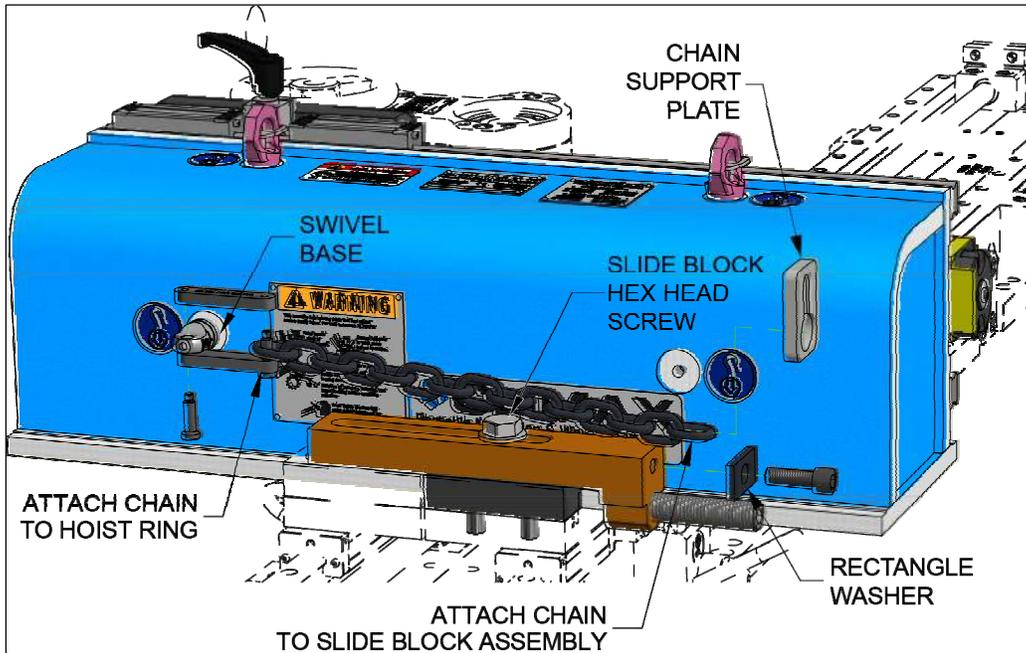

Abbildung 17. Montage der Sicherungskette
8. Das Kettenende mit dem Heberingbügel am Querbalken verbinden (Abbildung 17 auf Seite 47).
9. Montieren Sie den Zugringbügel an der Hebeöse des Drehgestells (Abbildung 17 auf Seite 48).
10. Befestigen Sie ein Kettenendglied am Schäkel (Abbildung 17 auf Seite 48). Beide Schultern in den Heberingbügel schrauben, bis die Schulter richtig sitzt (Abbildung 16).
11. Das andere Ende der Kette durch die Kettenstützplatte führen (Abbildung 17 auf Seite 48).
12. Befestigen Sie die Kettenstützplatte mit der mitgelieferten Rechteckscheibe und der M12-Innensechskantschraube am Schlittenblock (Abbildung 17 auf Seite 48). Mit einem Drehmoment von 88 Nm (65 ft-lb) anziehen.